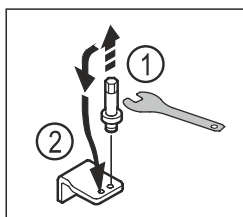

Fig. 14
- ▶ Csavarja ki az alsó csapágybak csapját 5-ös kulcsnyílású dugókulccsal. Fig. 14 (1)
- ▶ Helyezze fel a csapot a másik oldalon. Fig. 14 (2)